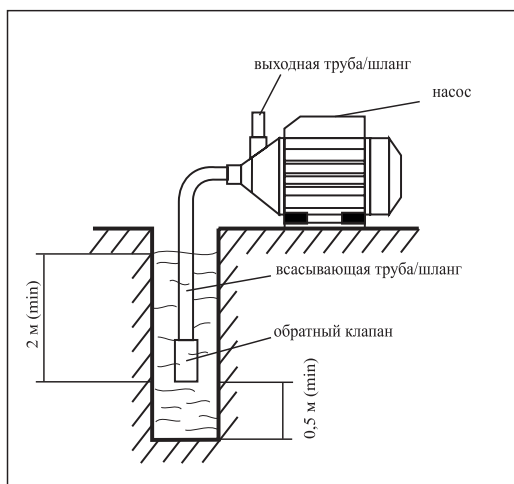

рис. 2
- всасывающую трубу (шланг) присоединить к входному отверстию и погрузить в воду, (см. рис.2);
**Внимание!** Для оптимального функционирования насоса рекомендуется устанавливать на всасывающую трубу обратный клапан (в комплект поставки не входит), как указано на рис.2.
3.1.6 На всасывающую магистраль необходимо установить обратный клапан, для надёжного запуска насоса, и сетчатый фильтр грубой очистки воды, для предотвращения засорения проточной части, (соединительные штуцера, обратный клапан и фильтр в комплект поставки не входят). Обратный клапан и фильтр устанавливаются на входе во всасывающую магистраль (см. рис.2).